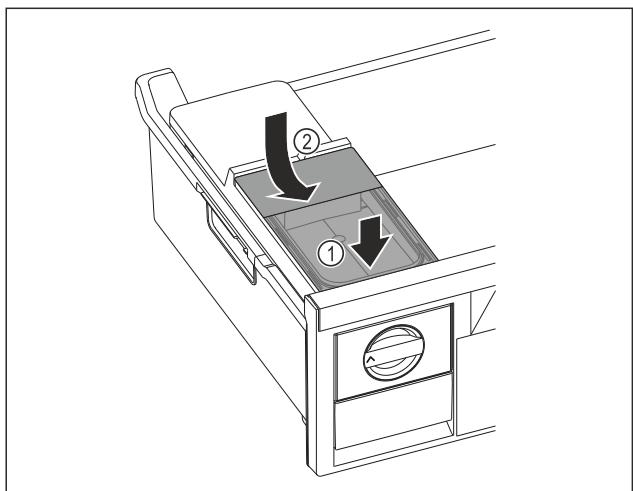

Fig. 70
- Установите бак для воды спереди. Fig. 70 (1)
- Опустите бак для воды сзади. Fig. 70 (2)